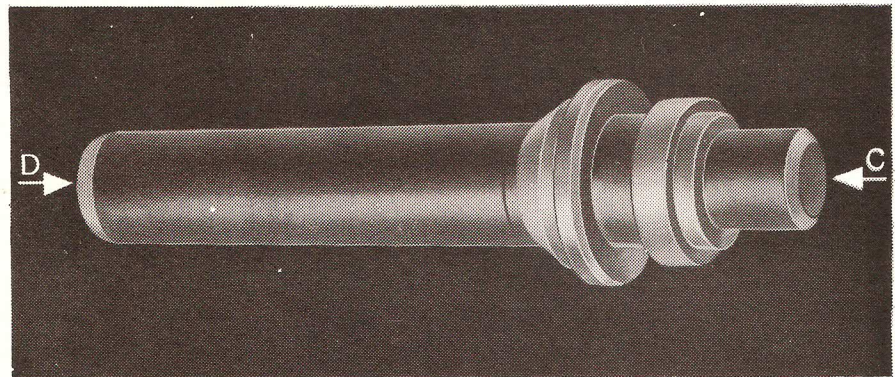

FIG. 6 - Vástago Válvula Proporcionadora.
(2), cuya configuración y disposición podemos observar en los detalles A y B de la Figura 5. En el extremo opuesto del vástago se encuentra un retén (6) que impide la llegada del líquido al área o superficie formada por ese extremo del vástago. Como veremos este detalle tiene fundamental importancia en el funcionamiento de la válvula, pues da lugar al desequilibrio necesario en los valores de superficie expuestos por el vástago al líquido. O sea que la superficie ofrecida por el vástago a la acción del líquido debe ser siempre mayor en el sentido de la flecha "C" (Fig. 6) que en el sentido de la flecha "D".